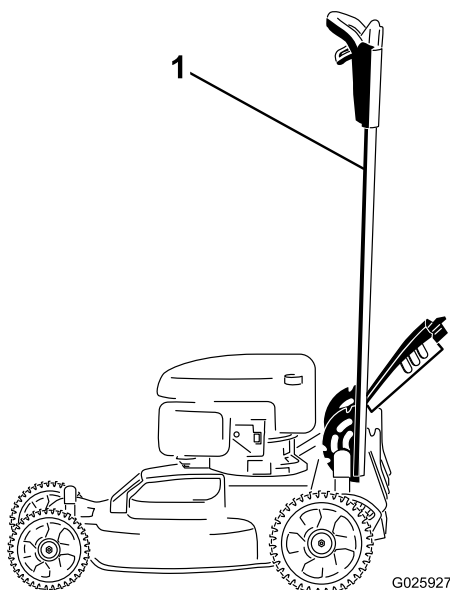

Figure 37
1. Verrouillez le guidon en position verticale (Figure 37); voir Réglage de la hauteur du guidon (page 12).